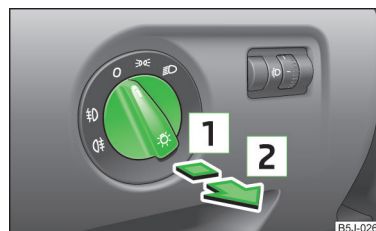

Fig. 43
- Gire primero el conmutador de luces » fig. 43 a la posición ➡ o ➡.
- Gire primero el conmutador de luces » fig. 43 de la página 61 a la posición  o .